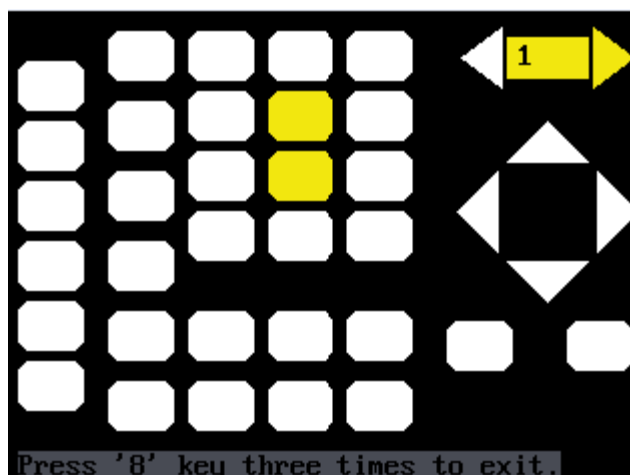

图 2-31 键盘测试界面
- 屏幕底端显示“Prss'8' Key Three Times to exit”的提示信息表示按数字按键“8”3次退出测试。如图 2-31 所示：